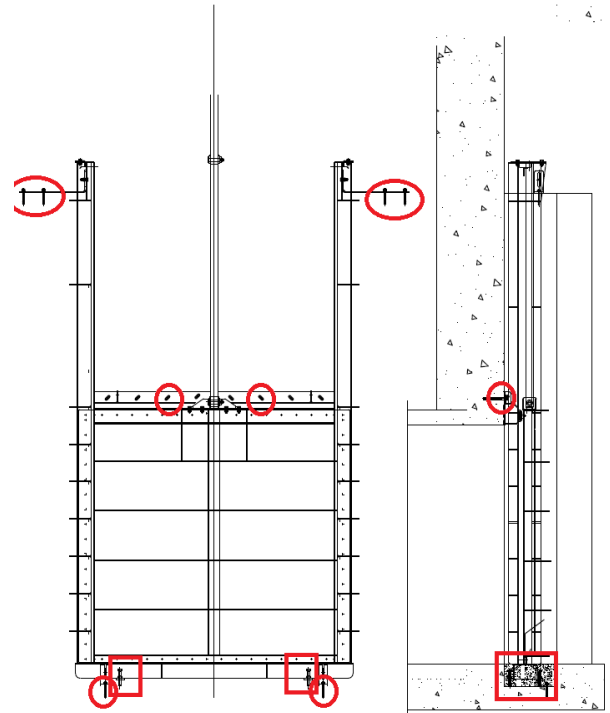

Figura 7
- Nivelar la compuerta verticalmente mediante los tornillos de nivelación situados en la solera del bastidor (ver Figura 7)
2. Insertar todos los soportes a pared desde la parte superior de la extensión. Alinear la extensión y, muy especialmente, asegurarse de que está alineada con el eje vertical de la abertura (ver Figura 7). La desviación máxima permitida es de 3mm/0,12"